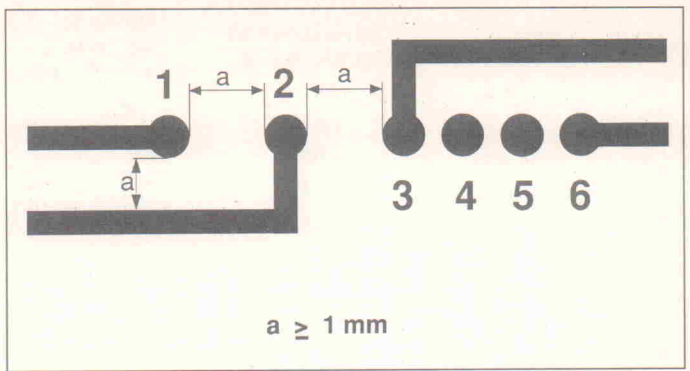

Bild 3. Mindestanforderungen für die Leiterbahngestaltung im Bereich der Überspannungs-Schutzschaltung.
Um ein Überspringen von Störspannungen zwischen Ein- und Ausgang zu vermeiden, sind die entsprechenden Leiterzüge, wie in Bild 3 gezeigt, räumlich zu trennen. Aufgrund der zu erwartenden Stoßspannungs- und Stoßstrombelastung sind für die Lage der Bahnen zu den Pins 1 (PG) und 2 (Leitungseingang) einige weitere Gestaltungsrichtlinien zu beachten.